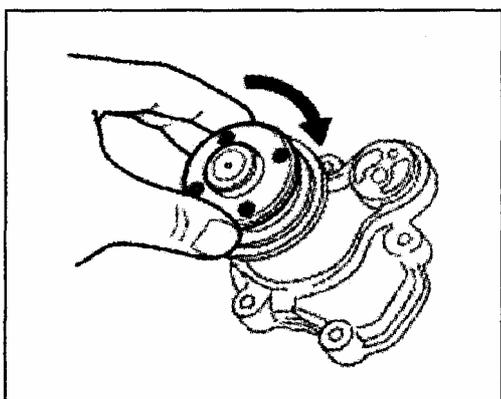

Рис. 289
- 1) Поверните водяной насос от руки и проверьте работу водяного насоса (Рис. 289).